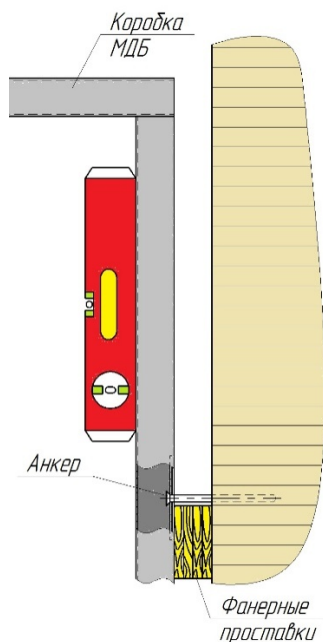

Рис. 5
2.3. Установить в зазор между петлевой стороной коробки и стеной фанерные проставки необходимой толщины вплотную к анкерам. Зачастую вертикальные части дверного проема имеют отклонения по вертикали. Поэтому при установке край коробки и торцевая плоскость проема могут быть не параллельны, и зазор между ними получается неравномерным. В этом случае необходимо с одного из краев коробки установить дополнительные проставки, контролируя при помощи уровня каждое действие (РИС. 5).